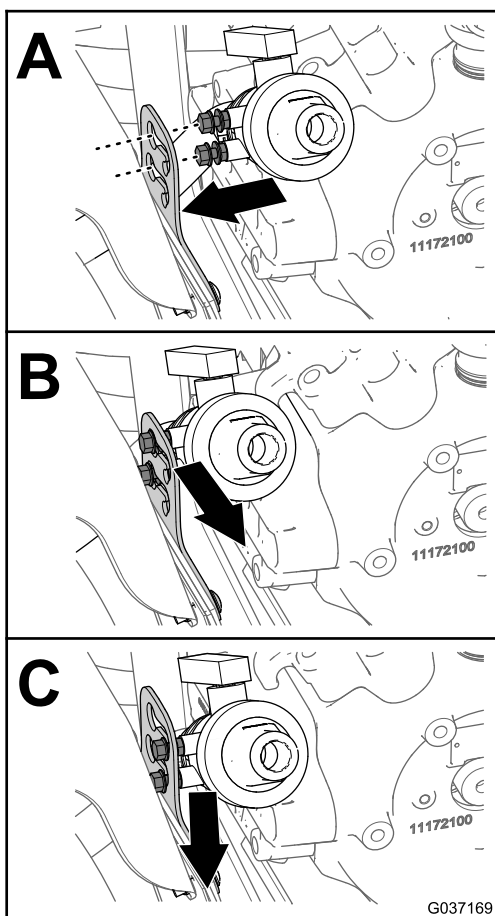

Figura 13
6. Alinhe as porcas de bloqueio da válvula de drenagem com os furos das ranhuras da chave no suporte da válvula de drenagem (A de Figura 13).
7. Mova a válvula de drenagem para fora e para baixo para prender a válvula ao suporte (B e C de Figura 13).